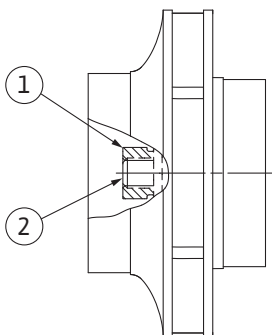

Fig. 107: Correcte positie van de waaiermoer na de installatie
8. Houd de as vast met een steeksleutel (sleutelwijdte 22 mm) en draai de waaiermoer met het voorgeschreven aandraaimoment vast (zie de tabel „Aandraaimomenten” [► 27]). De moer (Fig. 107, pos. 1) moet ongeveer  $\pm 0,5$  mm gelijk liggen met het uiteinde van de as (Fig. 107, pos. 2). Als dit niet het geval is, draai de moer dan los en herhaal de stappen 4 – 8.
9. Verwijder de steeksleutel en monteer het beschermplaatje (Fig. I, pos. 27) weer.